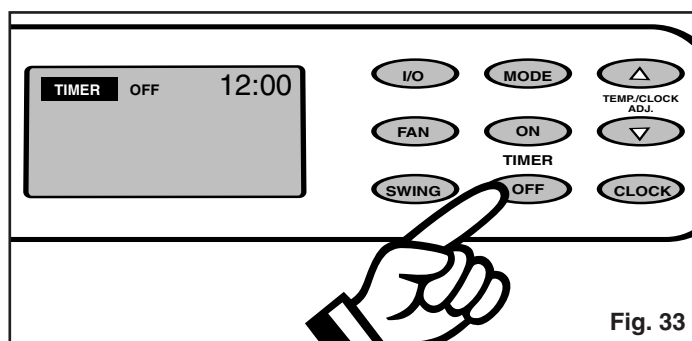
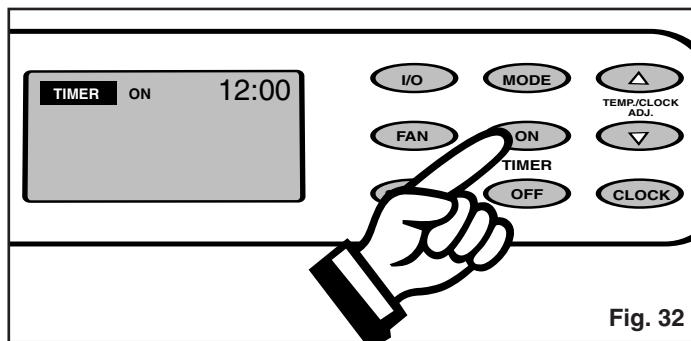
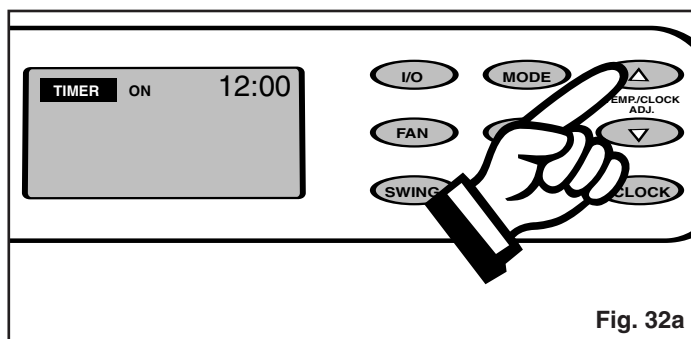

Fig. 33
Fig. 32
Fig. 32a
- 1) Appuyez la touche **TIMER-ON** pour mettre en marche la séquence de minuterie **AUTO-ON**. (Fig. 32). L'affichage indique **TIMER-ON** et le mot **ON** clignote pendant 5 secondes. Appuyez sur les touches  ou  pour choisir l'heure de mise en marche **AUTO-ON** exigé. (Fig. 32a). Appuyez sur la touche **TIMER ON** pour initialiser la séquence de **MISE EN MARCHÉ AUTOMATIQUE**. Fig. 32.
- 2) Appuyez la touche **TIMER-ON** pour mettre en marche la séquence de minuterie **AUTO-ON**. (Fig. 33). L'affichage indique **TIMER-OFF** et le mot **OFF** clignote pendant 5 secondes. Appuyez sur les touches  ou  pour choisir l'heure de mise en marche **AUTO-OFF** exigé. (Fig. 32a).
- 2) Appuyez sur la touche **TIMER OFF** pour initialiser la séquence d'**ARRÊT AUTOMATIQUE**. Fig. 33.
*Fig. 32.* L'affichage indique **TIMER ON** et le mot **ON** clignote pendant 5 secondes. Appuyez sur la touche  $\triangle$  ou  $\nabla$  pour choisir l'heure de mise en marche du programme **AUTO-ON**. *Fig. 32a.*